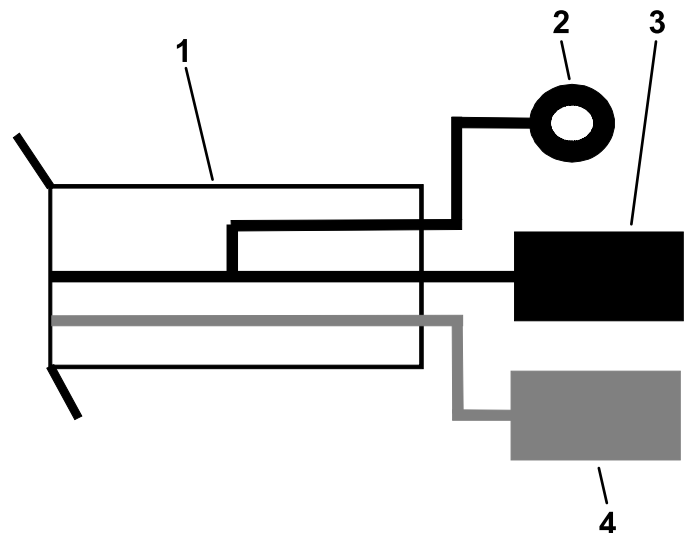

Figura 22
4. Montate l'anello terminale nero sulla morsettiere di messa a terra della macchina (Figura 22).
5. Inserite il filo di alimentazione rosso in uno slot vuoto del portafusibili della macchina (Figura 22).